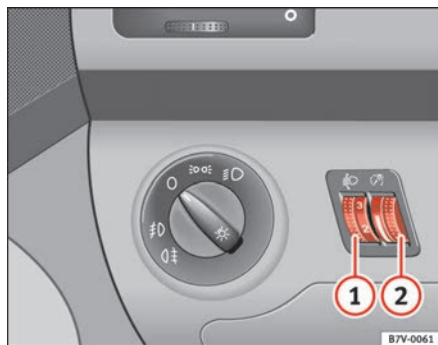

Fig. 71 Tablero de instrumentos: reguladores del alcance de las luces ① y de la iluminación de los instrumentos y los mandos ②
Con las luces encendidas se puede regular la intensidad de la luz de los instrumentos y los mandos girando el mando $\Rightarrow$ fig. 71 ①.